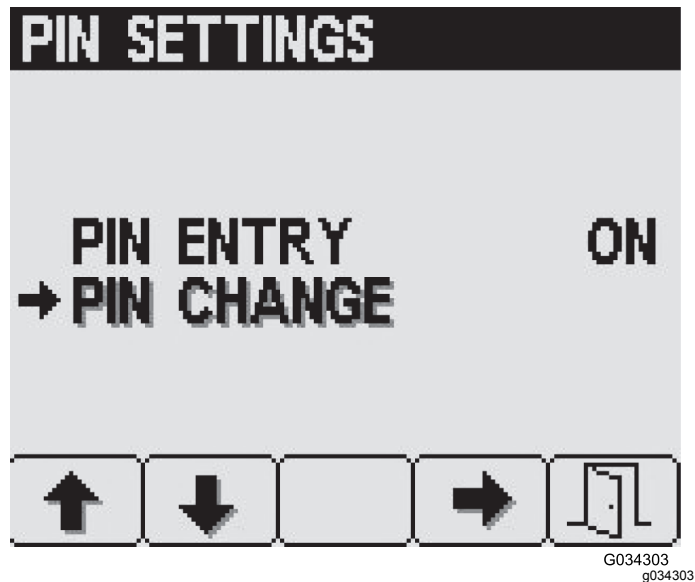

图34
3. 从 PIN SettingsPIN 设置屏幕按 2 号按钮浏览至 PIN ChangePIN 更改选项然后按 4 号按钮选择 PIN ChangePIN 更改 图34。